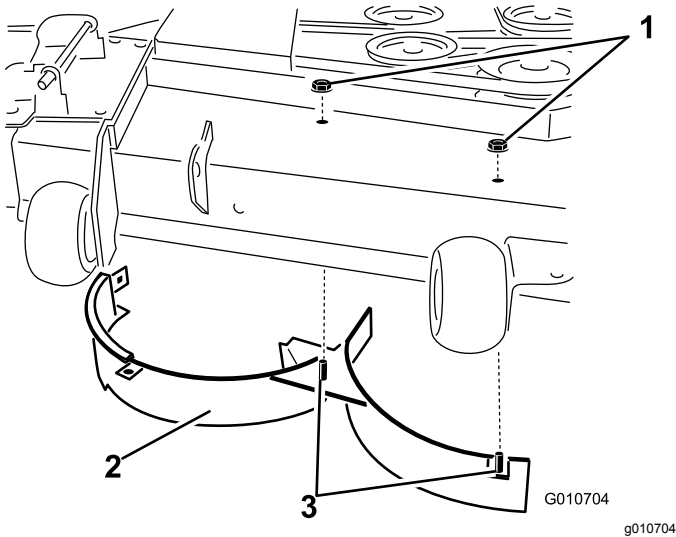

Figura 33
8. Retire las 2 contratuercas (5/16") que sujetan las clavijas soldadas del deflector derecho a la parte superior de la carcasa del cortacésped en las posiciones centro y centro derecha (Figura 33).